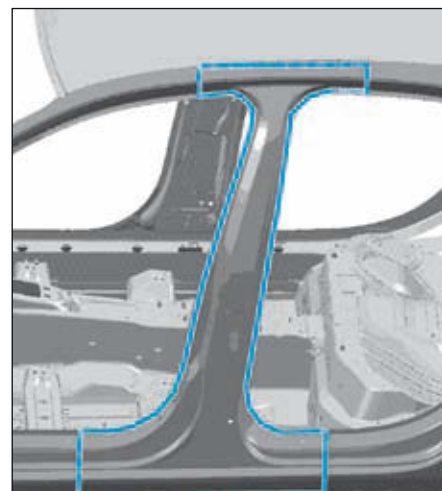
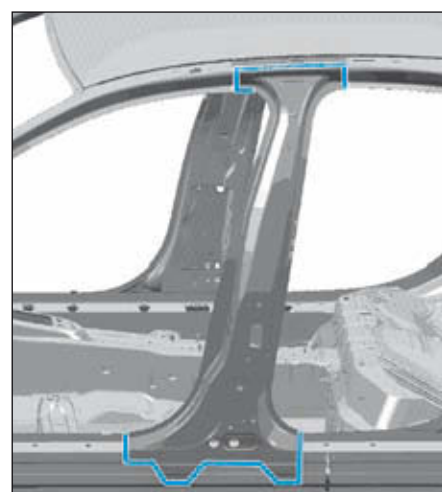

FIG.39
FIG.40
- Détacher l'assemblage d'origine (Fig.39) et (Fig.40).